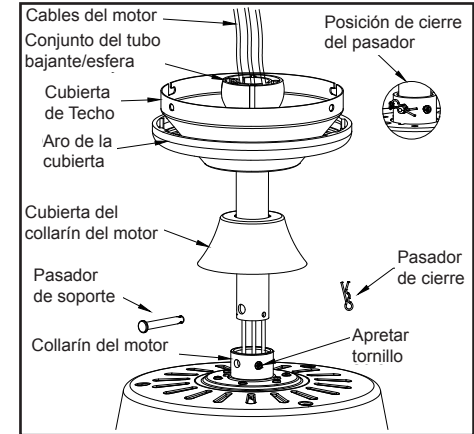

Figura 7
5. Inserta los cables que salen por la parte superior del motor del ventilador, a través de la cubierta decorativa del collarín del motor y enseguida por el aro de la cubierta. Asegúrate de que las ranuras queden en la parte superior. Inserta los cables a través de la cubierta y enseguida a través del conjunto del tubo bajante y esfera. (Figura 7)
7. Alinea los orificios en la parte inferior del tubo bajante con aquellos del collarín en la parte superior de la carcasa de motor. (Figura 7) Inserta con cuidado el pasador de soporte a través de los orificios del collarín y del tubo bajante. Ten cuidado de no apretar contra el cableado dentro del tubo bajante. Inserta el pasador de cierre en el orificio cercano al extremo del perno hasta que encaje en su posición, como se muestra en el círculo de la Figura 7.